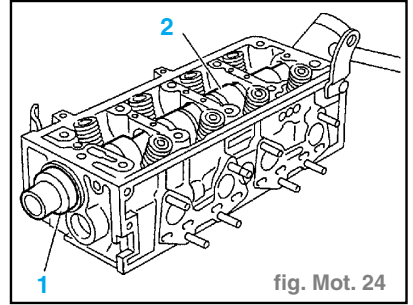

fig. Mot. 24
- Déposer : (fig. Mot. 24)
- le joint à lèvres (1) (à l'aide d'un maillet),